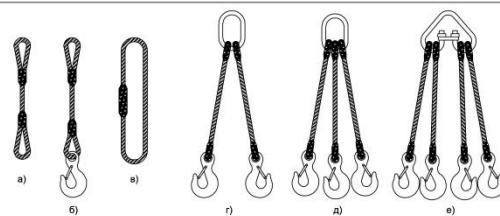

Рис. 1 Типы стропов из стального каната или текстильной ленты:
- Стропы из стального каната или текстильной ленты различных типов(Рис.1);	и с использованием различных специализированных грузозахватных устройств и приспособлений.